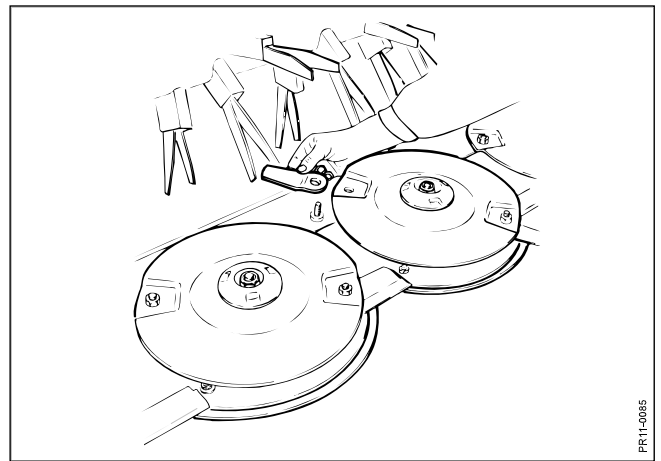

Fig. 5-12
**Fig. 5-12** Per ottenere un raccolto soddisfacente è importante che le lame vengano mantenute affilate e la barra intatta. La sostituzione delle lame viene effettuata smontando i bulloni delle lame ed asportandole dal disco. Questa operazione è semplice; sulla parte anteriore il bullone deve essere rimosso attraverso il foro presente sulla mezza luna di protezione. Rimuovere la vecchia lama e sostituirla cambiando il bullone. Le lame possono essere utilizzate su entrambi i lati girandole e montandole sul disco di rotazione opposta a quello da cui sono state rimosse.